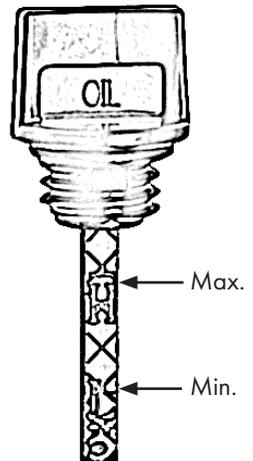

Abbildung 5
- Lesen Sie den Ölstand ab, siehe auch Abb. 5.